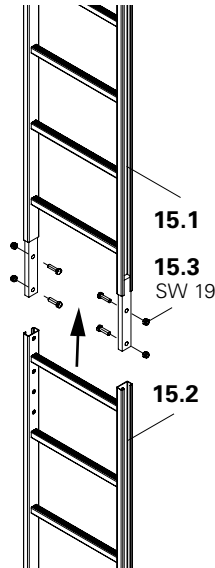

Fig. B1.48
2. Unir las escalerillas con tornillos M12 x 40, n° 19 (15.3). (Fig. B1.48)
3. Fijar la base de escadera 30 (15.4) con tornillos M12 x 40 (15.3). (Fig. B1.48)